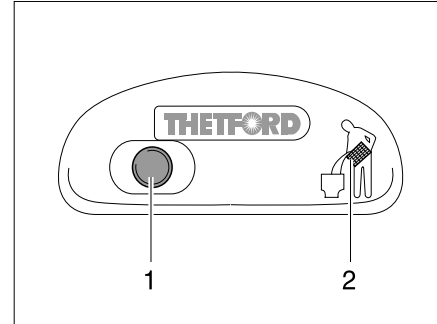

Bild 153 Spülknopf/Kontroll-Leuchte Thetford-Toilette
- Zum Spülen den blauen Spülknopf (Bild 153,1) drücken.
Die Kontroll-Leuchte (Bild 153,2) leuchtet, wenn die Thetford-Kassette entleert werden muss.